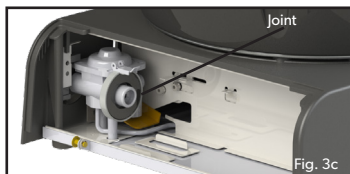

Fig. 3c
- Vérifiez que le joint est en place et qu'il n'est pas usé ou endommagé avant de connecter la cartouche (voir Fig. 3c).